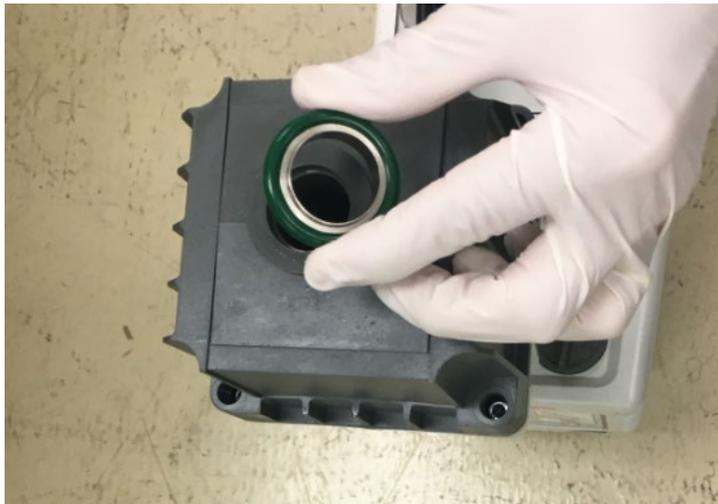

Abbildung 31: Anbringen des oberen O-Rings des Ölnebelfilters
- 11) Montieren Sie den oberen O-Ring des Ölnebelfilters. Siehe Abbildung 31.